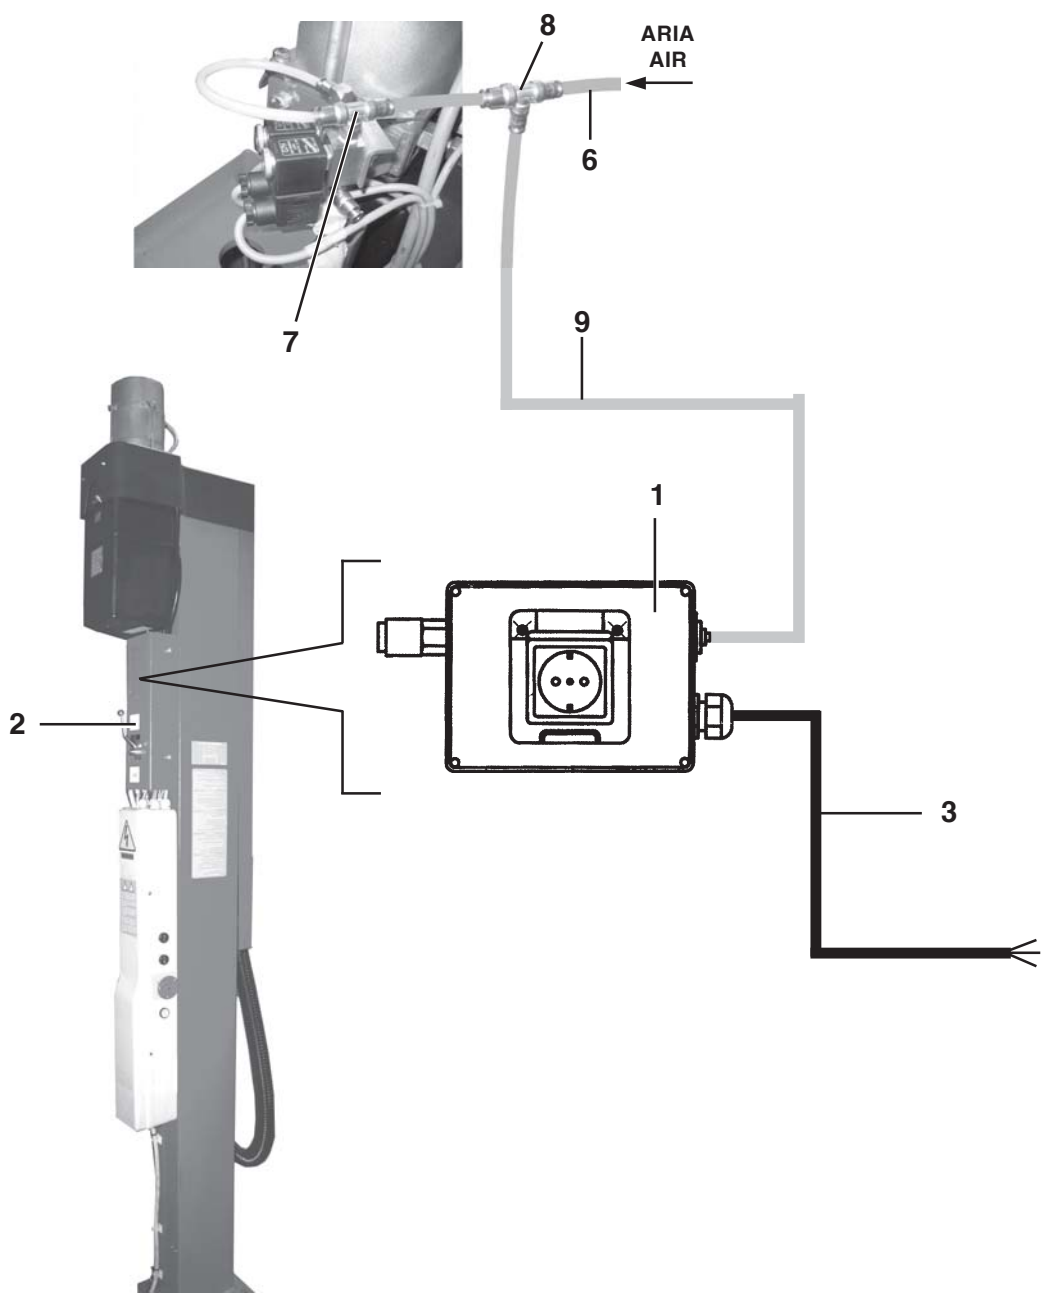

Fig.34
- Fissare la scatola (1 Fig. 34) del kit di distribuzione corrente elettrica + aria compressa al carter (2) tramite le apposite viti;
- Tagliare il tubo pneumatico (6) in prossimità del raccordo (7) ed inserire il raccordo pneumatico a "T" (8), montato sul tubo (9) del kit energia.
- Secure box (1 Fig. 34) from power supply kit + compressed air to cover guard (2) using the special screws;
- Cut air line (6) at fitting (7) and fit the Tee-fitting (8), mounted on pipe (9) of the energy kit.
- Den Kasten (1 Abb. 34) des Strom- und Druckluftverteilerkits mit den entsprechenden Schrauben an der Abdeckung (2) befestigen.
- Die Druckluftleitung (6) nahe am Anschluss (7) zuschneiden und den pneumatischen T-Anschluss (8), der an der Leitung (9) des Kits Energie montiert ist, einfügen.
- Fixer la boîte (1 Fig. 34) du kit de distribution du courant électrique + air comprimé au carter (2) au moyen des vis appropriées;
- Couper le tuyau pneumatique (6) à proximité du raccord (7) et introduire le raccord pneumatique en "T" (8), monté sur le tuyau (9) du kit énergie.
- Fäst lådan (1 Fig. 34) i satsen för distribution av elströmmen + tryckluften till kåpan (2) via de särskilda skruvarna;